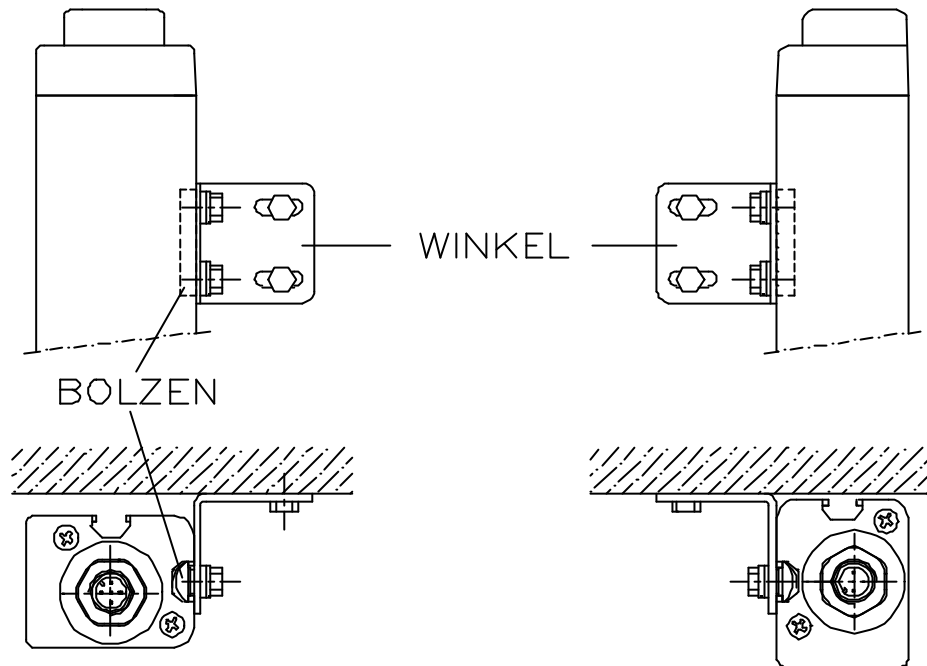

Bild 14
- Bringen Sie die Umlenkspiegel so an, dass der Mindest-Sicherheitsabstand **S** (Bild 14) auf jeder Seite des Zugangs zum Gefahrenbereich eingehalten wird.